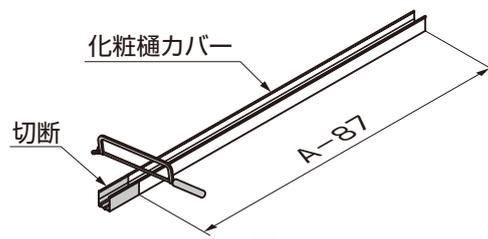
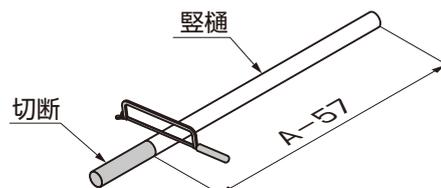

図11-71
図11-72
- ② 実測値を基に化粧樋カバー、豎樋を加工してください。(図11-71、図11-72参照)
(3) 化粧樋カバー、豎樋の取付け